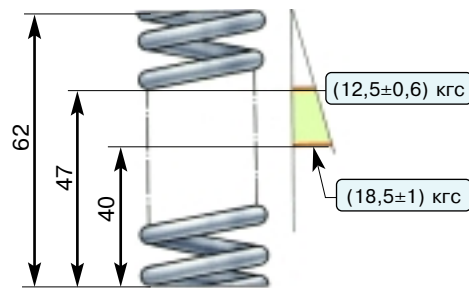

Рис. 2–108. Основные данные для проверки пружины натяжителя двигателя мод. 2106–70
**Регулировка натяжения цепи.** Ослабить гайку 1 (рис. 2–106). При этом освобождается стержень 3 и цепь натягивается башмаком 7 (рис. 2–107), на который через плунжер 7 (см. рис. 2–106) действует пружина 8.
Рис. 2–107. Схема механизма привода распределительного вала и вспомогательных органов двигателя мод. 2106–70: 1 – звездочка распределительного вала; 2 – цепь; 3 – успокоитель цепи; 4 – звездочка валика привода масляного насоса; 5 – звездочка коленчатого вала; 6 – ограничительный палец; 7 – башмак натяжителя; 8 – натяжитель цепи
**Натяжитель.** Для разборки натяжителя цепи снять колпачковую гайку 1 (см. рис. 2–106), сухарь 9 и пружинное кольцо 4, затем вынуть плунжер 7, пружину 5 и стержень 3 вместе с пружиной 8 и шайбой 6.
Упругость пружины натяжителя должна находиться в пределах, указанных на рис. 2–108; при меньшей упругости пружину заменить.